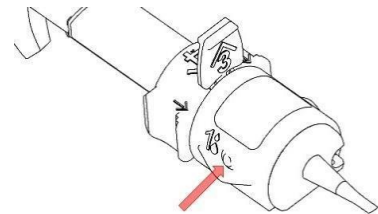

Abb. 1
3. Führen Sie die Kanüle (23-27G) einer mit viskoelastischem Material gefüllten Spritze vollständig in die mit '1' gekennzeichnete kleine Öffnung (Abb. 1) ein, wobei Sie einen leichten Druck auf die Kanülenspitze aufrechterhalten. Injizieren Sie die viskoelastische Lösung durch die Öffnung. Die eingespritzte Menge an Visko ist ausreichend, sobald die IOL-Optik von der viskoelastischen Lösung bedeckt ist